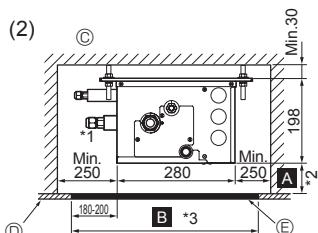
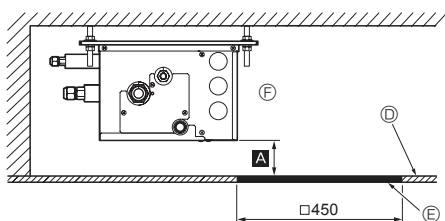

Fig. 4-6
Fig. 4-7
(2) Vista laterale (Fig. 4-6, Fig. 4-7)
Se il valore è "□ 450", preparare un foro per la manutenzione sul lato della scheda di circuito stampato (come indicato nella Fig. 4-7), e la distanza **A** deve corrispondere a "300 mm minimo".